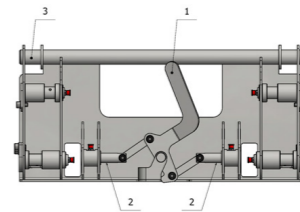
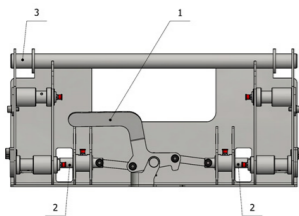

Figura 6: Engate rápido destravado
Figura 7: Engate rápido travado
3. Ao rodar a alavanca (pos. 1, Figura 6: Engate rápido destravado) para a posição vertical, insira os pinos (2) do engate rápido.
4. Ao manusear o carregador e o engate rápido, é necessário fixar os pinos (3) do engate rápido na estrutura do dispositivo adicional.
5. Ao dobrar o engate rápido, ajuste o DA de forma a alinhar os orifícios na ferramenta de trabalho em posição oposta aos pinos (2) no engate rápido.
6. Fixe o DA deslizando os pinos (2) para o orifício da ferramenta de trabalho, baixe as alavancas (1) até à posição original (horizontal) (Figura 7: Engate rápido travado).